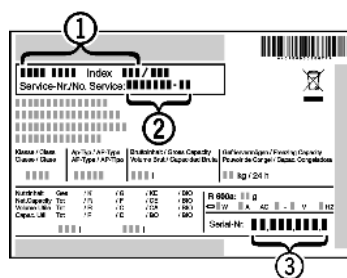

Fig. 7
- Označení přístroje *Fig. 7 (1)*, servisní číslo *Fig. 7 (2)* a sériové číslo *Fig. 7 (3)* naleznete na typovém štítku. Identifikační typový štítek je umístěn na levé vnitřní stěně přístroje.
- Informujte zákaznický servis a sdělte poruchu, označení přístroje *Fig. 7 (1)*, servisní číslo *Fig. 7 (2)* a sériové číslo *Fig. 7 (3)*.